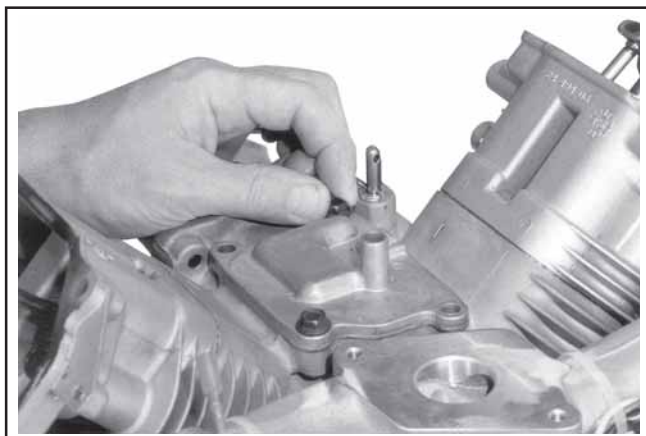

Figure 11-54. Montage des vis aux positions 3 et 4.
3. Positionner le joint du reniflard et le couvercle sur le carter du moteur. Monter les deux premières vis hexagonales à brides dans les positions 3 et 4 comme montré sur la Figure 11-54. Ne serrer qu'avec les doigts.